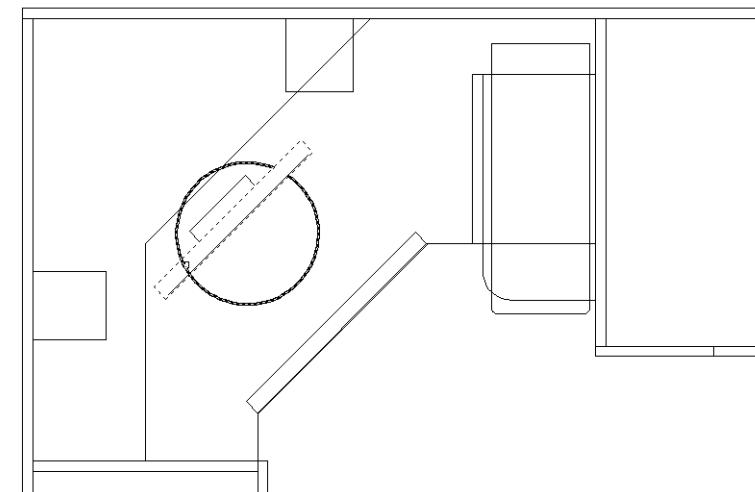

Рис. 5.26 ▼ Первый фрагмент удален, выбор второго фрагмента
6. Щелкните на контуре окружности в тех местах, которые находятся на внутреннюю область большого прямоугольника, как показано на рис. 5.26.